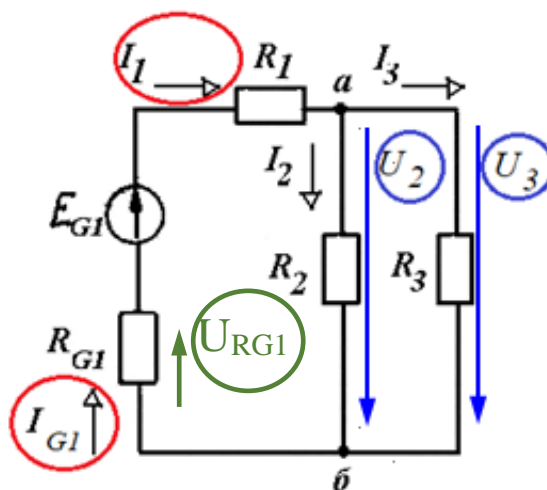

Рис. 3.3
- один и тот же ток (для одной ветви) или одно и то же напряжение (для параллельных ветвей) обозначены несколько раз, возможно различным образом, примеры таких ошибок обведены красным и синим на рис. 3.3;
- стрелка, обозначающая напряжение, изображена без учета особенностей участка цепи (нарисована короче или длиннее, чем необходимо, смещена в сторону и т. п.), пример обведен зеленым на рис. 3.3;